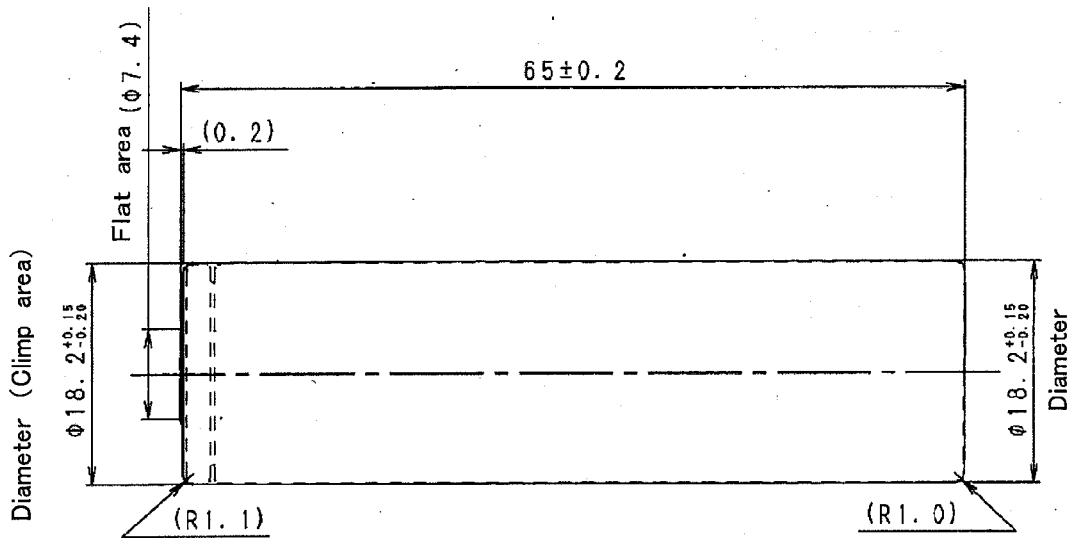

Fig.2
5.7 2 Dimensional Code 2 次元コード (Fig.2)